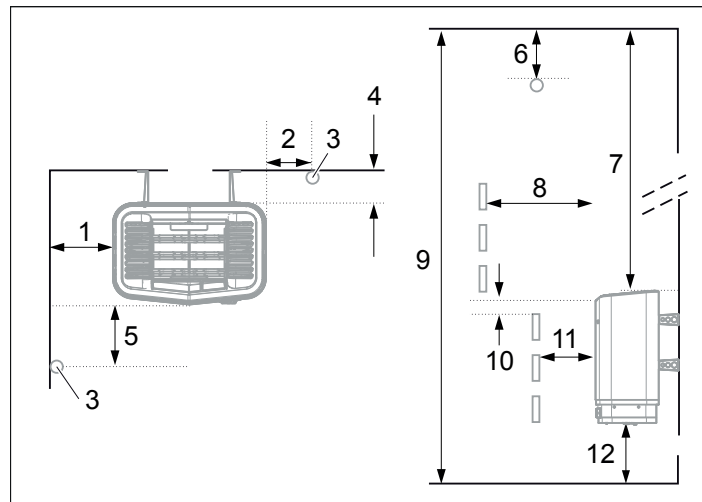
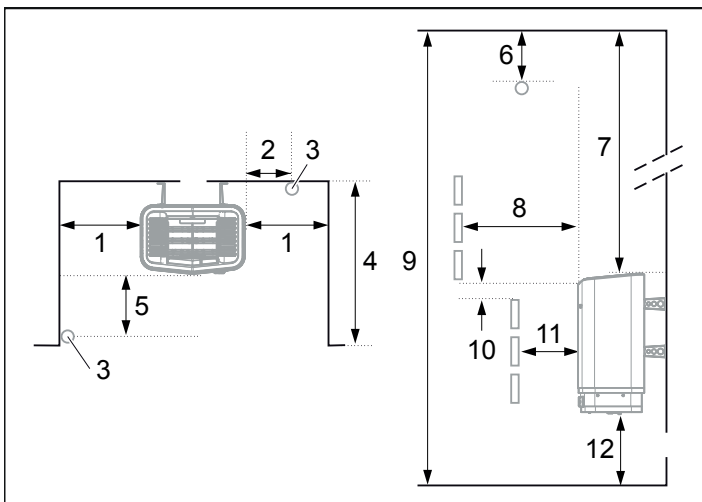

Fig 4: Placering av bastuaggregatet - normalmontage
Fig 6: Placering av bastuaggregat - nischmontage
- Planera sensors placering (se Fig 4 samt Fig 6).
- på samma vägg som dörren (endast i undantagsfall på sidoväggen, men då mycket nära dörrväggen). Aggregatet kan också placeras i nisch (se Fig 6).
- på säkert avstånd till golvet, sidoväggar och inredning (se Fig 4).
Placera sensorn enligt bilden (se Fig 4).
1. Placera aggregatet på säkert avstånd till golv, sidovägg och inredning (se Fig 6).
2. Placera sensorn enligt bilden (se Fig 6).